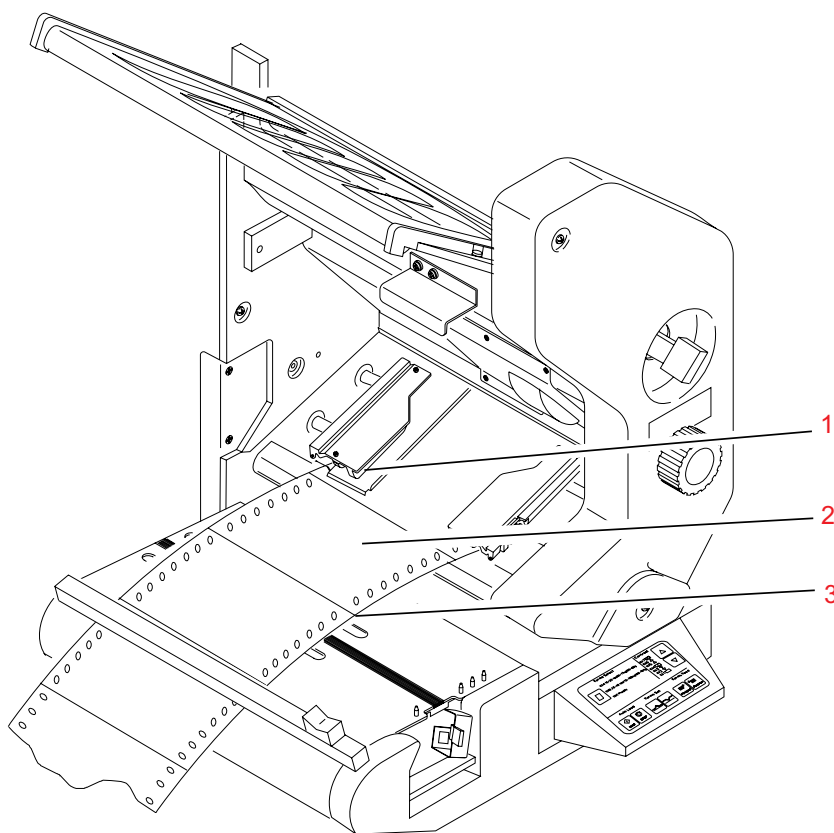

图 37. 重新对齐打印纸
- a. 使用打印机控制面板上的 **Forms Feed** 开关来使第一页的打印纸孔状接缝与下输纸器上的正确长度对准标记对齐。请参阅第 188 页的图 37 获取详细信息。